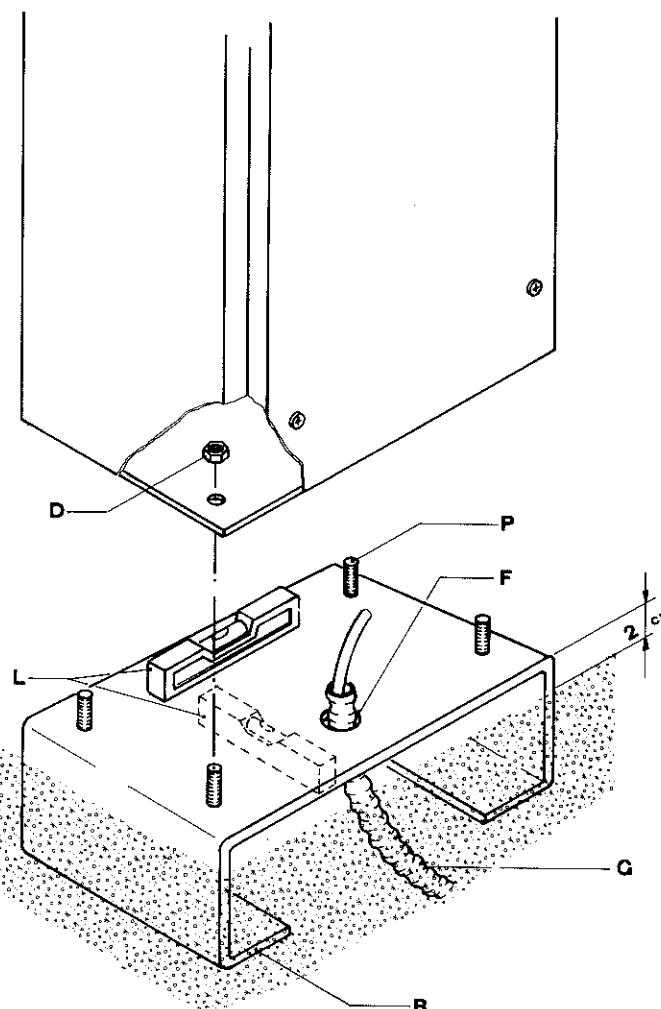

FIG. 1
- Eseguire l'ancaggio al suolo con un getto di calcestruzzo dopo aver saldato alla base i 4 prigionieri P per il fissaggio del cassone. (vd. fig. 1).
Effectuer l'ancrage au sol avec du ciment après avoir soudé sur la base les 4 vis (P) pour la fixation du caisson. (Voir Fig. 1).
Anchor the base to the ground with concrete after having fastened the 4 stud bolts P for fastening to the box. (See figure 1).
- Efectuar el anclaje al suelo con hormigón después de haber soldado en la base los 4 prisioneros P para la fijación del cajón (Ver fig. 1).